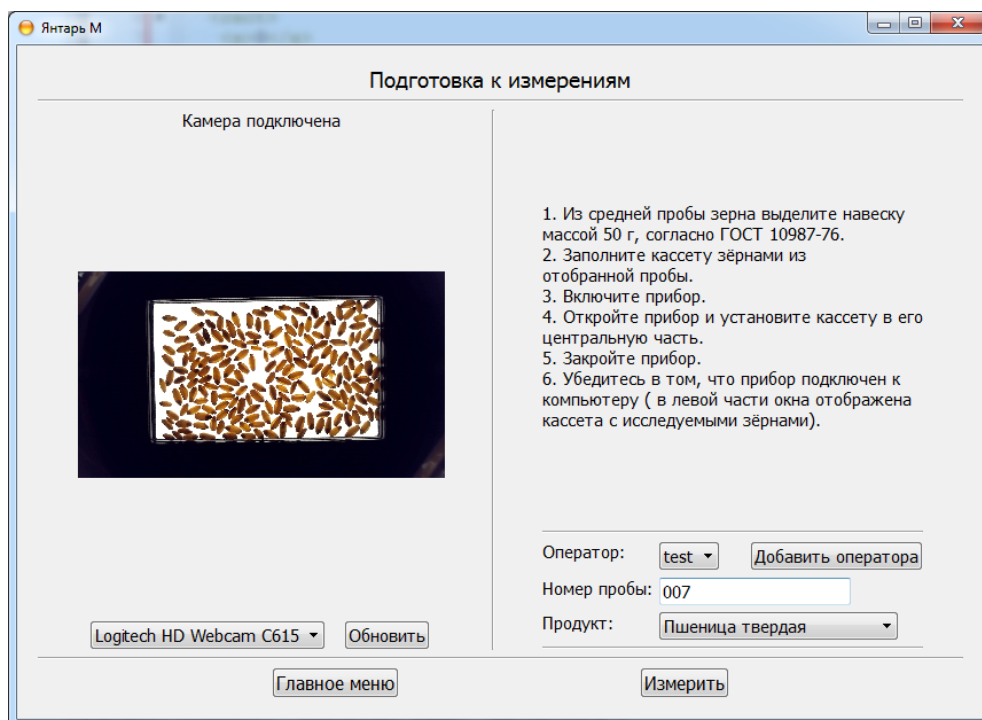

Рисунок 7.3. Подготовка к измерению
- Запустить программу «Янтарь» и нажать кнопку «Измерения». На экране будет отображено окно «Подготовка к измерениям» (Рисунок 7.3). При этом верхняя (подвижная) часть корпуса должна подняться в течение нескольких секунд.